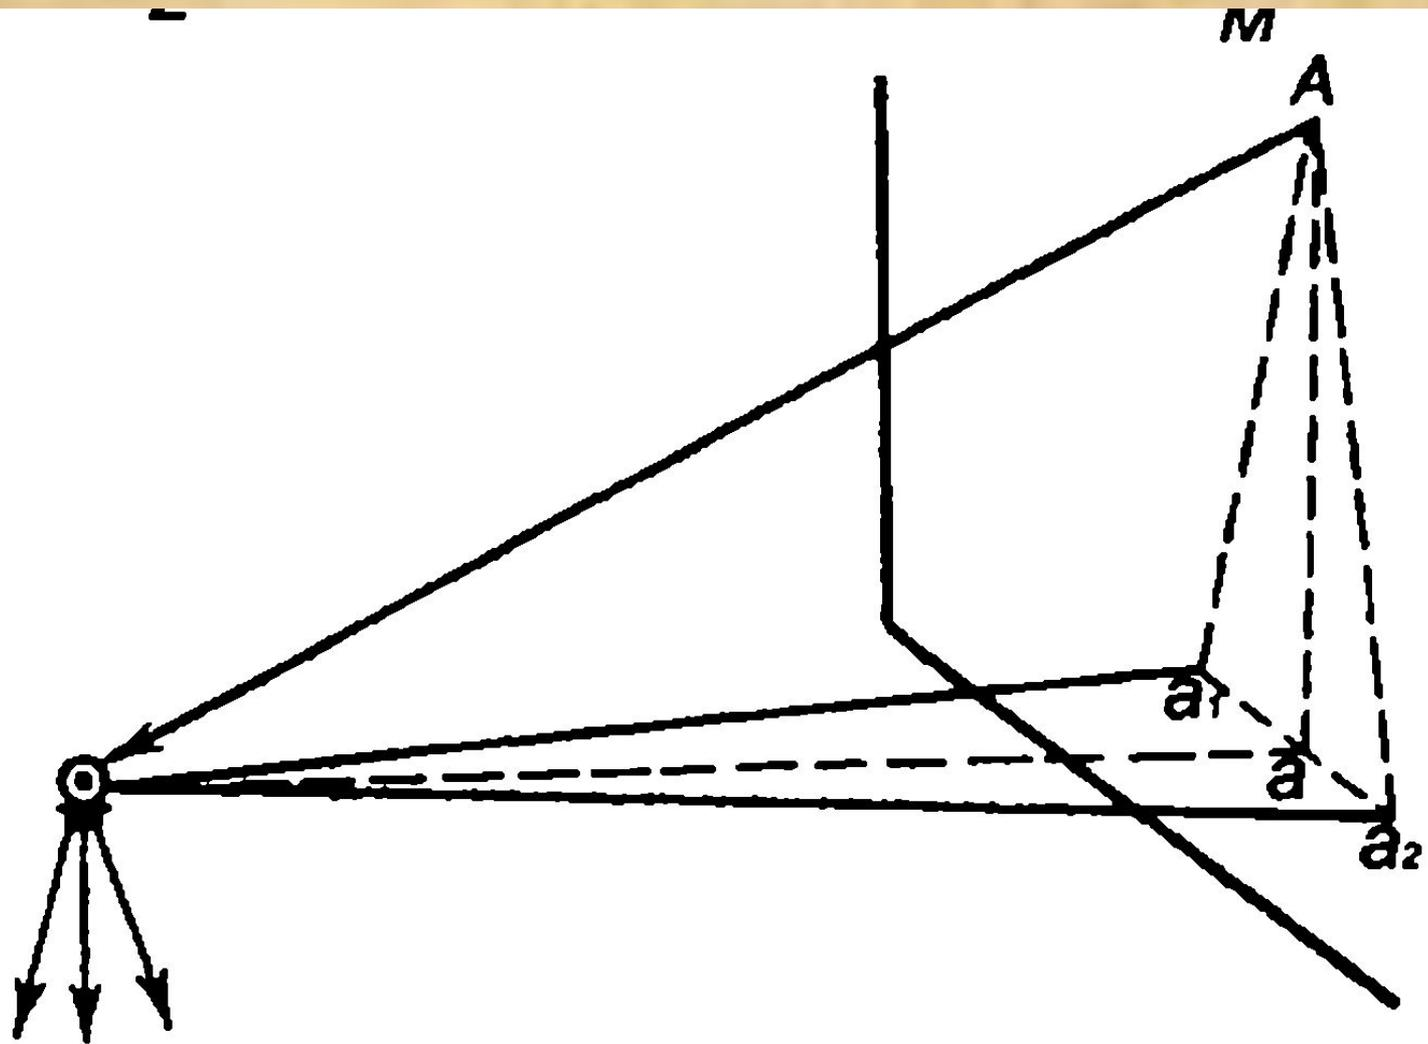

Рисунок 4 – Поверка равенства
5. Поверка места нуля вертикального круга (рисунок 4,б);.